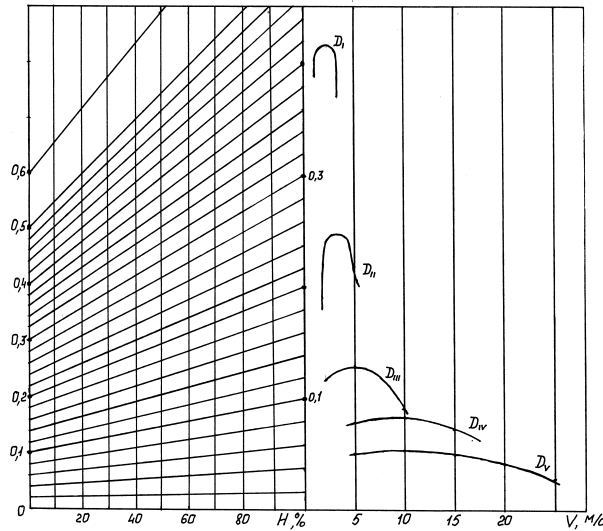

Рисунок 1. Динамическая характеристика с номограммой нагрузок
1. Используя динамическую характеристику с номограммой нагрузок (рис.1), найти крутящий момент на ведущих колеса, если автомобиль, полная масса которого 8 т, движется равномерно со скоростью 5 м/с на 3-й передаче. Автомобиль загружен на 90%, фактор обтекаемости автомобиля  $2,8 \text{ Н·с}^2/\text{м}^2$ , размер шин 260-20, грузоподъемность 5 т.